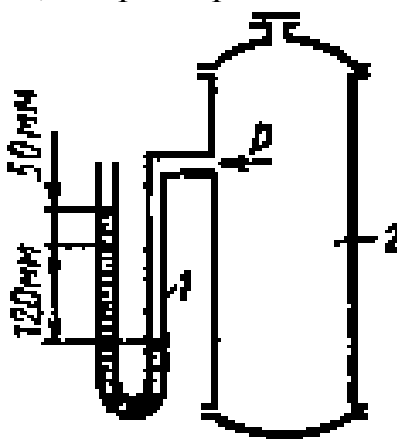

Рис. 1.1.
1. В трубке манометра 1 (рис. 1.1), соединяющейся с окружающей средой, имеется столб воды высотой 50 мм (избыточное давление). Определить давление  $p$  в ресивере 2 и выразить его в (кПа), если разность уровней ртути в манометре составляет 120 мм, а барометрическое давление  $B=0,95$  атм.